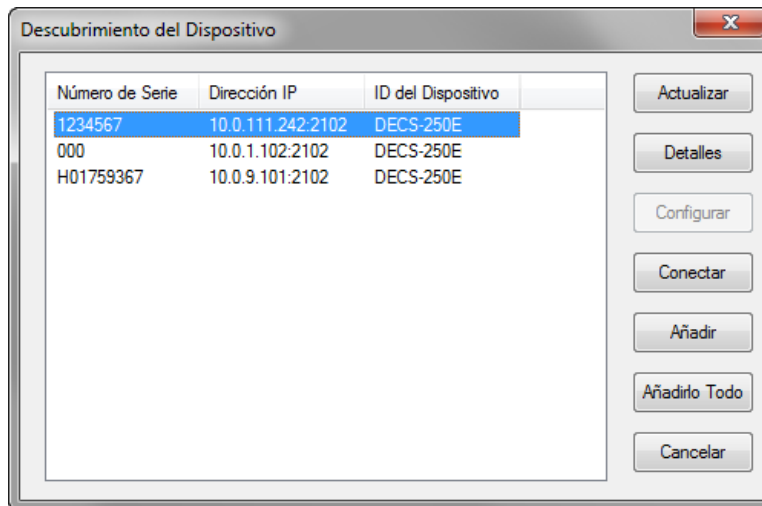

Figura 127. Ventana de identificación de dispositivos
de Dispositivo. Luego de que se completa el escaneo, se visualizará una ventana con los dispositivos conectados. (Figura 127)
- Elegir el dispositivo deseado de la lista y hacer clic en *Conectar*. Esperar a que la conexión se complete. (Figura 127)